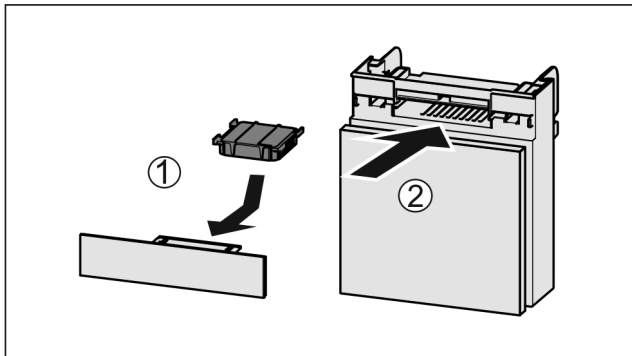

Fig. 170
- ▶ Actiefkoolfilter overeenkomstig afbeelding aanbrengen Fig. 170 (1).
- ▶ Lade erin schuiven Fig. 170 (2).